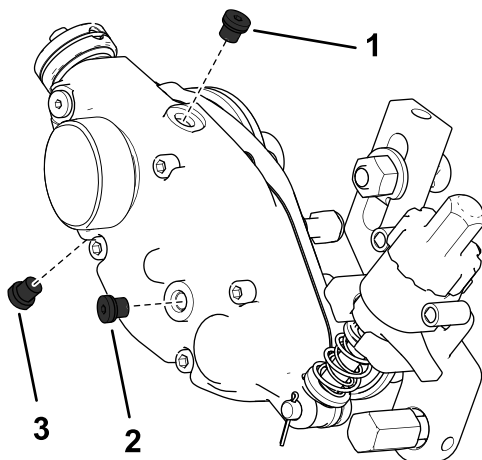

Figura 30
2. Rimuovete il tappo di spurgo situato nella parte inferiore dell'alloggiamento (Figura 30).
3. Rimuovete il tappo di riempimento a lato dell'alloggiamento e allentate il tappo di sfianto nella parte superiore per lasciar passare l'aria (Figura 30).